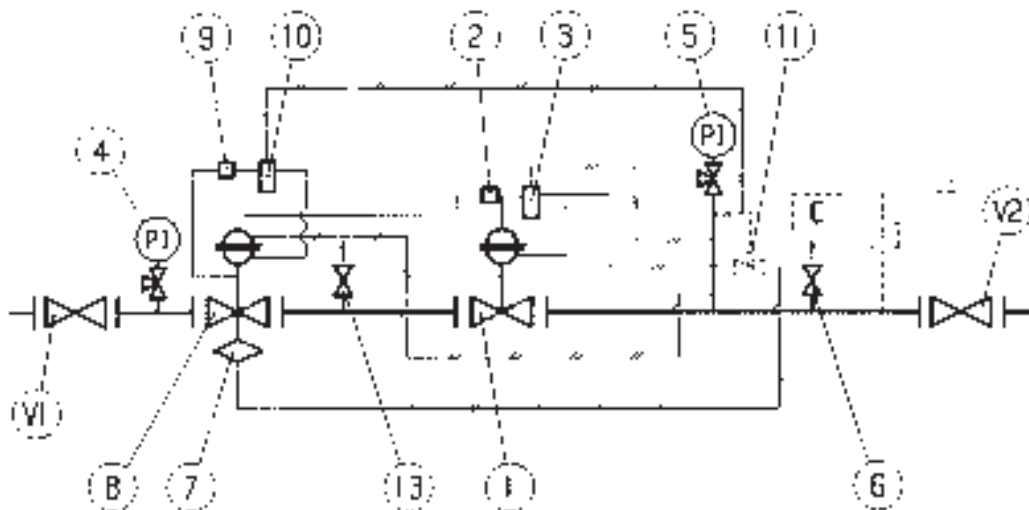

Fig. 24
5.5 MESSA IN SERVIZIO REGOLATORE PIÙ MONITOR IN LINEA REFLUX 819 CON VALVOLA DI BLOCCO INCORPORATA SB/82 (FIG. 24)
B) Per dispositivi sprovvisti della valvola "push" (fig. 24) è consigliabile collegare separatamente la testata di comando ad una pressione ausiliaria controllata e ripetere le operazioni qui sopra descritte.